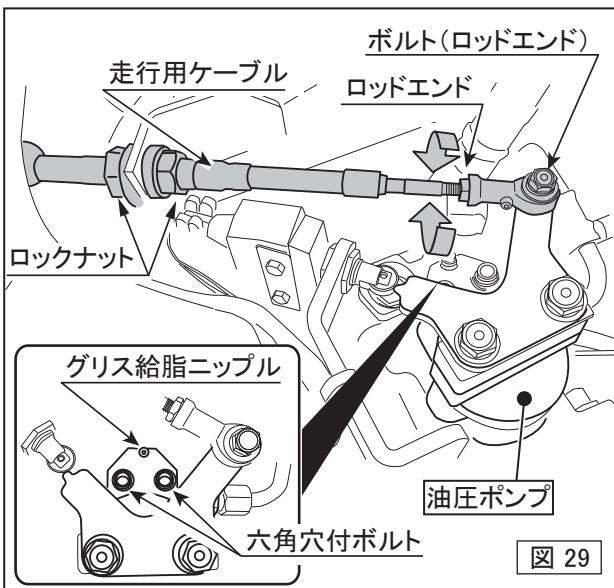

図 29
- 走行レバーは中立時に軽くロックされます。その位置になるようにボルト(ロッドエンド)を外し、ロッドエンド部を調整してください。それでも中立にならない場合、ロックナットを調整してください。(図29)
- 油圧ポンプの六角穴付きボルトを操作しないでください。(図29)